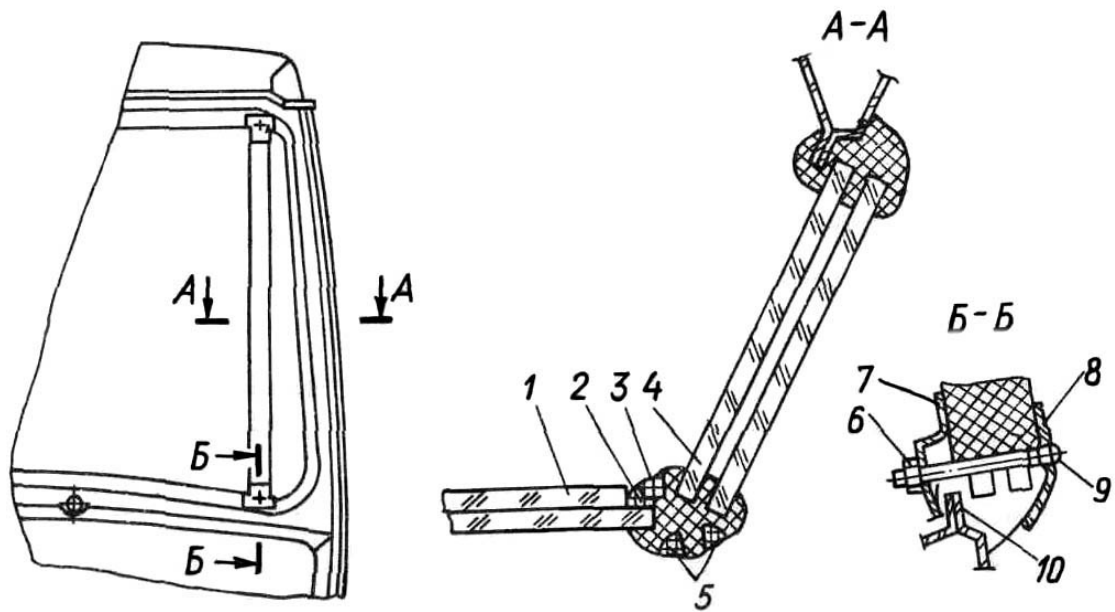

Рис.99. Ветровое окно:
2. Отвернуть гайки 6 (рис.99) крепления накладок стыка поврежденного стекла, снять внутренние накладки 7.